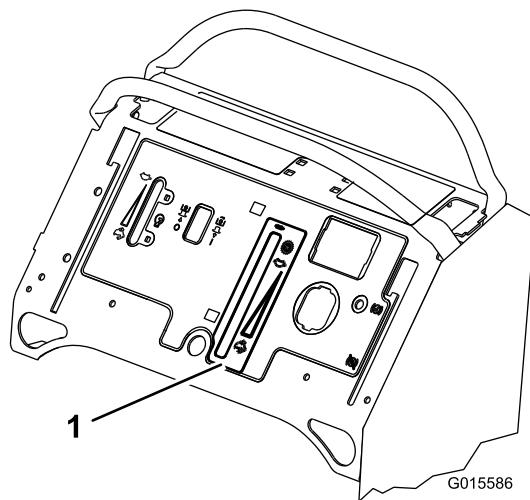

Figura 10
2. Applicate l'adesivo sulla macchina come illustrato (Figura 10).